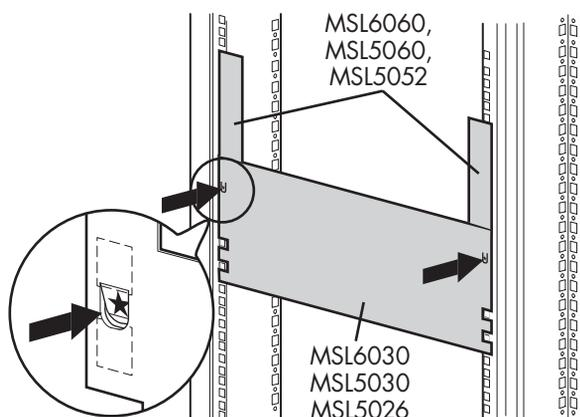

Abbildung 12: Library-Schablone (Abbildung zeigt das Rack 9000)
2. Legen Sie die Schablone beiseite, und befestigen Sie die Schienen mithilfe der beiliegenden Befestigungen (siehe Abbildung 12). Die vorderen Halterungen der Schienen sind mit Gewinden versehen, in die Schrauben direkt eingedreht werden können. Die Bohrungen der hinteren Halterungen haben kein Gewinde, so dass Käfig-/Aufsteckmutter in die hinteren vertikalen Schienen des Racks eingesetzt werden müssen.